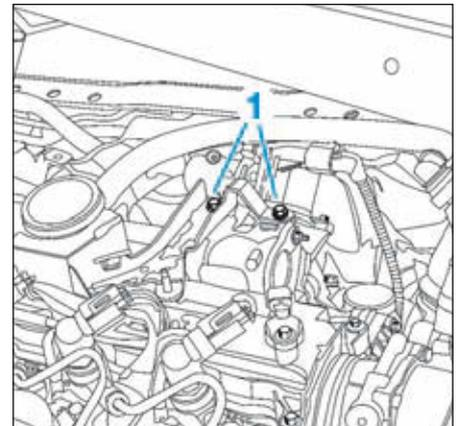

FIG.64
- les vis du support cache moteur (1) (Fig.64),